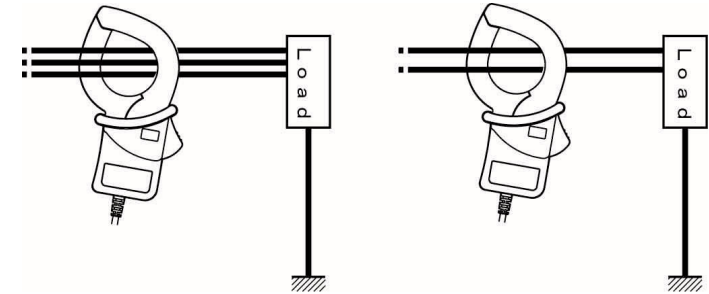

Fig.1 Mesure de courant de fuite sur un système homopolaire
- (3) Mesure sur un système homopolaire (cfr Fig.1)